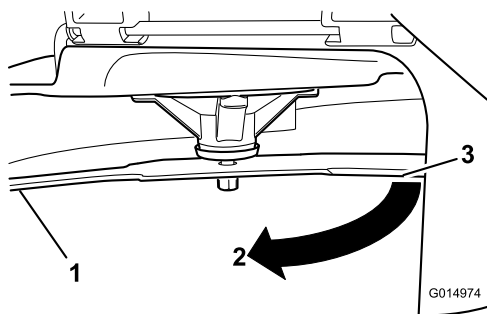

図 79
4. 同じブレードを180度回転させる。すなわち、ブレードのもう一方の刃先が、先ほど測定した場所と同じ位置にくるようにする 図 79。